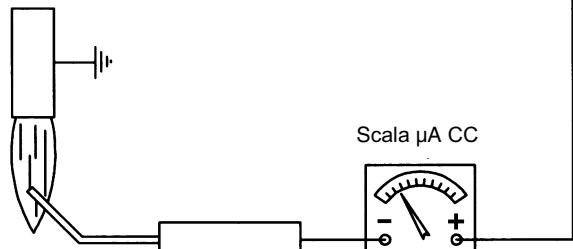
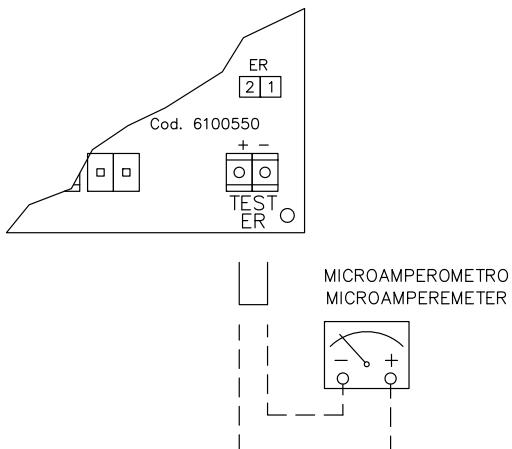

Fig. 44
Fig. 45
- Verificati electrodul de detectie, curatati-l, reglati-l si , daca este necesar, inlocuiti-l ; in caz de dubiu, verificati si circuitul de detectie conform schemei din Fig. 44 si Fig. 45, dupa repunerea in functionare a arzatorului .
Pentru a masura semnalele de detectie (flacara) priviti la schema din Fig.44 si Fig.45. Daca semnalul este mai mic decat valoarea data, verificati pozitia electrodului de detectie, contactele electriche si, daca este nevoie, inlocuiti electrodul de detectie .
Pentru a verifica curentul de detectie , indepartati punctea dintre borne si conectati microampermetrul (vezi Fig. 45) .